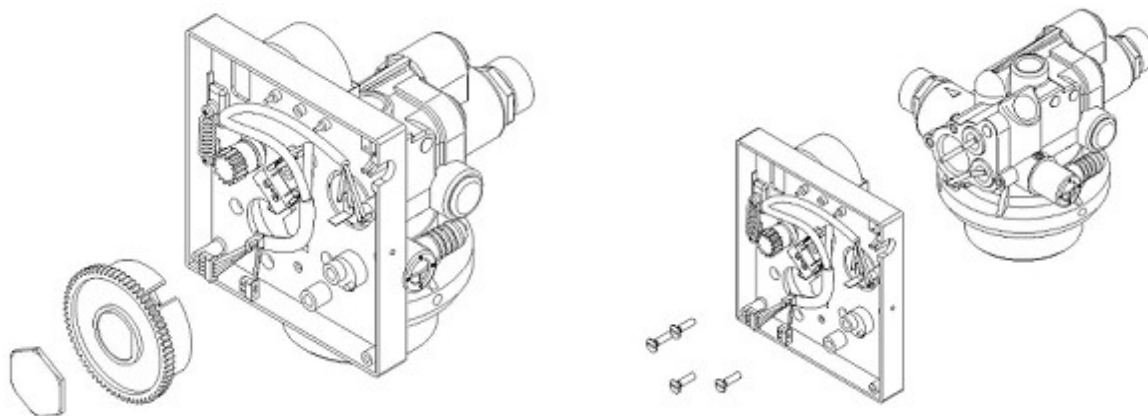

Fig. 28
- Slabiti cele 4 suruburi care inchid caseta timer-ului la corpul valvei (v.fig.28 de mai jos).